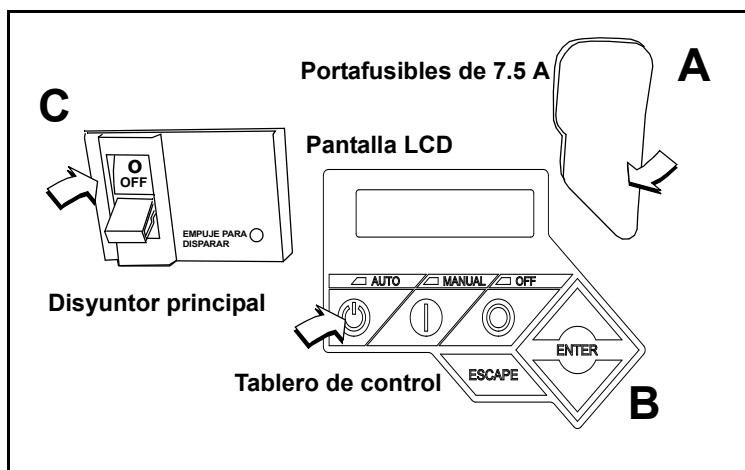

Figura 5-16. Tablero de control del generador
1. Tire hacia arriba de la protección de caucho que cubre el portafusibles e instale el fusible de 7.5 A. Vea A en la Figura 5-16.
3. Pulse AUTO en el tablero de control. Un LED verde se ilumina para confirmar que el sistema está en modo AUTO (Automático). Vea B en la Figura 5-16.
4. Mueva el interruptor del disyuntor principal hacia arriba a la posición ON (Cerrado). Vea C en la Figura 5-16.